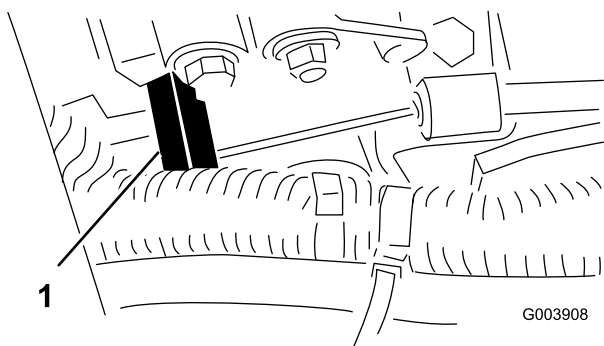

Figura 54
3. Mantenha a alavanca da bomba de injeção (Figura 54) contra o bloqueio intermédio superior e aperte o cabo de ligação.